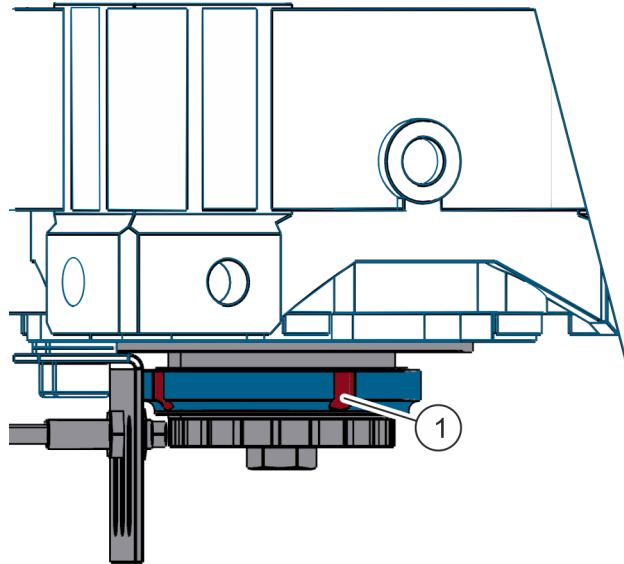

Abb. 23: Rutschkupplung öffnen
1. ➤ Position der Wellennutmutter (Abb. 23/1) markieren.
2. ➤ Wellennutmutter (Abb. 23/1) mit dem Schraubenschlüssel bis zum Anschlag nach links drehen.
3. ➤ Wellennutmutter (Abb. 23/1) mit dem Schraubenschlüssel auf die markierte Position einstellen.